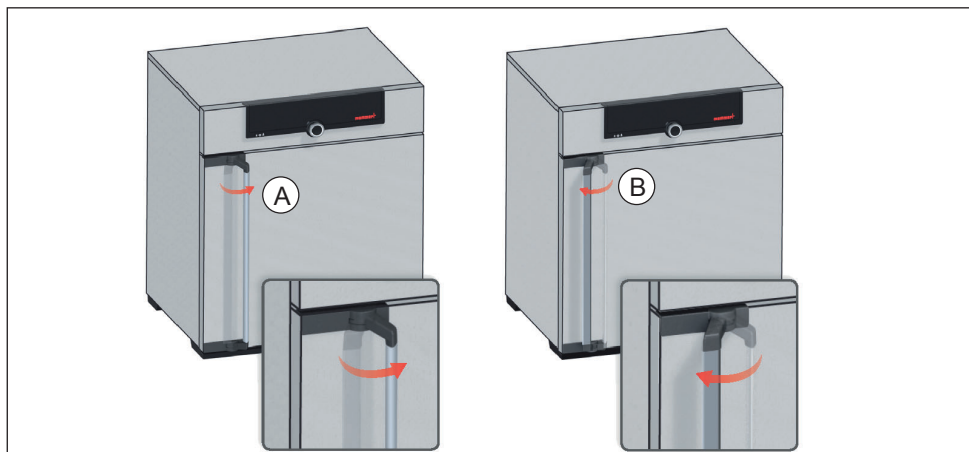

Рис. 12 Открытие и закрытие дверцы
- ▶ Для открытия дверцы потяните ручку дверцы вбок (в зависимости от варианта навешивания дверцы справа или слева, Рис. 12, А) и полностью откройте дверцу.